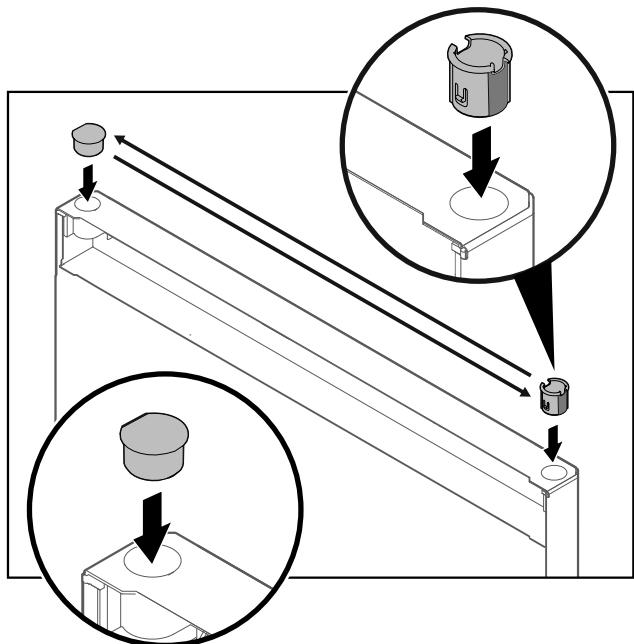

Fig. 30
- Витягніть шарнірну втулку Fig. 30 (1) пальцями.
- За допомогою шліцевої викрутки обережно піdnіміть заглушку Fig. 30 (2) та витягніть її.